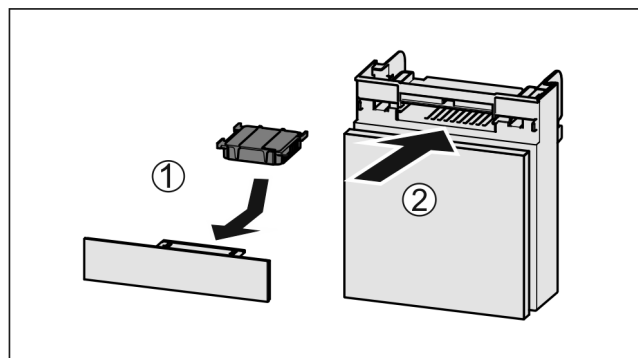

Fig. 102
- ▶ Wkładać Fig. 102 (1) filtr z węglem aktywnym zgodnie z ilustracją.
- ▶ Wsunąć komorę Fig. 102 (2).